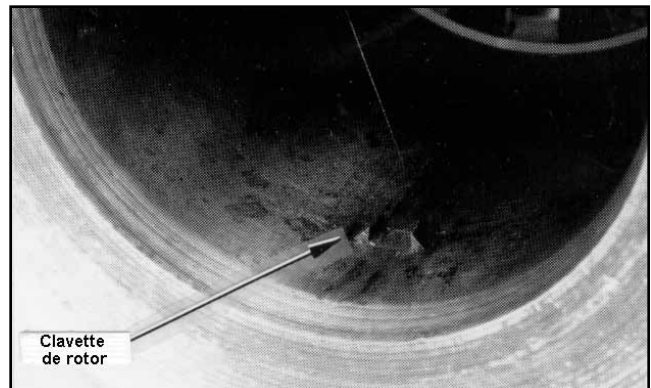

Figure 16
6. Assembler le stator aval. Dans un débitmètre à turbine unidirectionnel, le stator est positionné avec une clavette Woodruff (figure 16). Dans un débitmètre à turbine bidirectionnel, le stator est positionné avec l'anneau de déflexion. Assembler l'écrou de l'arbre, se reporter à l'étape 2.